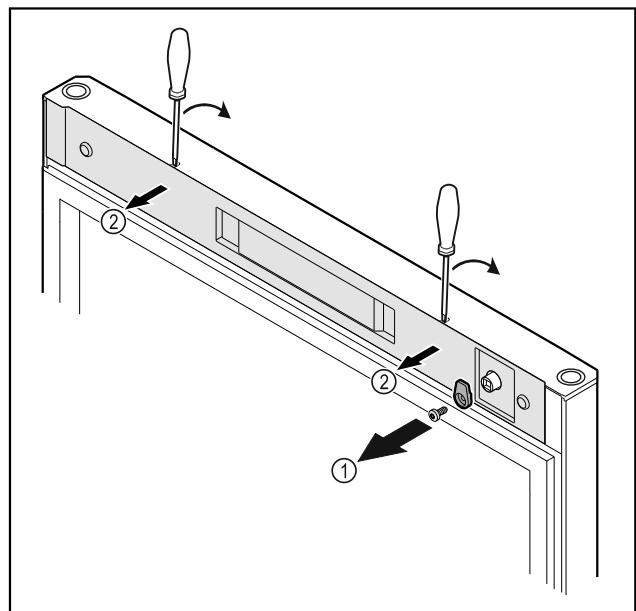

Fig. 21
- Відкрутити запірний гачок Fig. 21 (1).
- За допомогою малої викрутки зніміть з фіксатора кришки Fig. 21 (2) і видаліть.